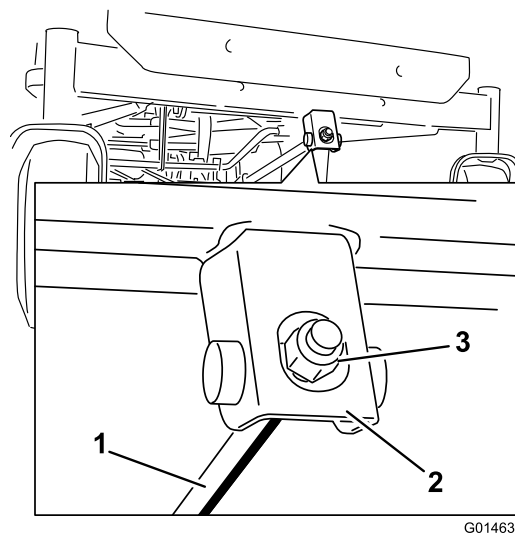

Figura 53
6. Para ajustar la inclinación longitudinal, gire la tuerca de ajuste de la parte delantera del cortacésped (Figura 53).